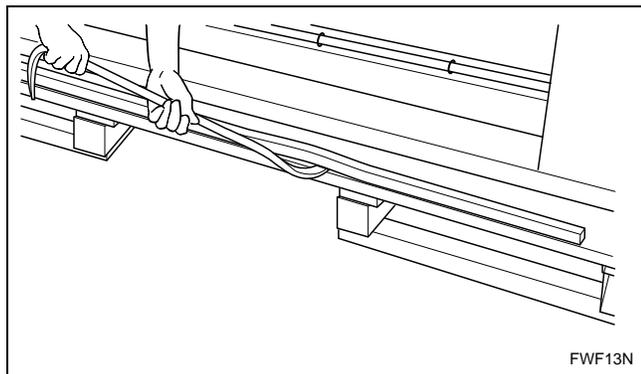

Figura 5
- Use uma barra de alavanca para remover os calços de madeira do carrinho com rodinhas. Consulte a *Figura 5*.